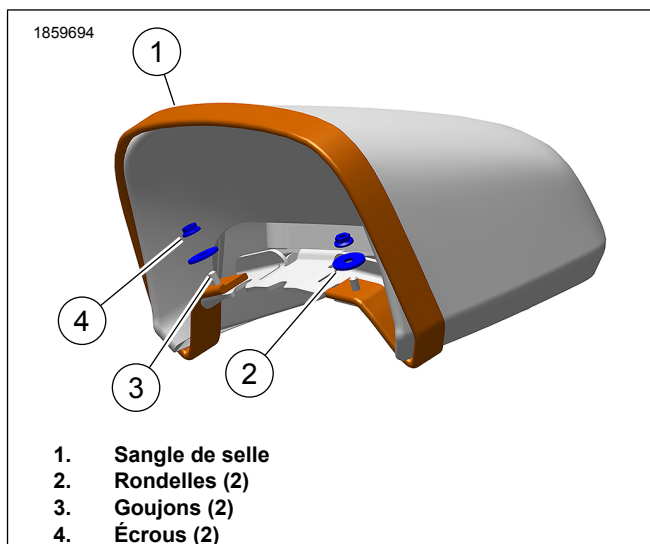

Figure 2. Retirer la sangle de selle.
1. **Modèles équipés d'un siège passager :** Voir la figure 2. Retirer la sangle du siège.
- a. Déposer les écrous (4) et les rondelles (2).
- b. Retirer la sangle de siège (1) des goujons (3).